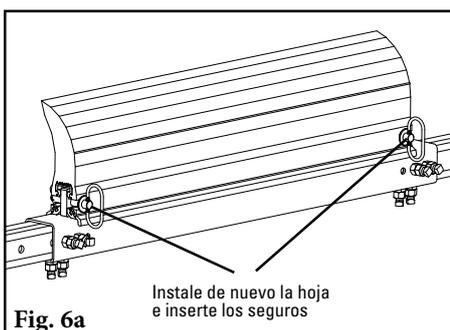
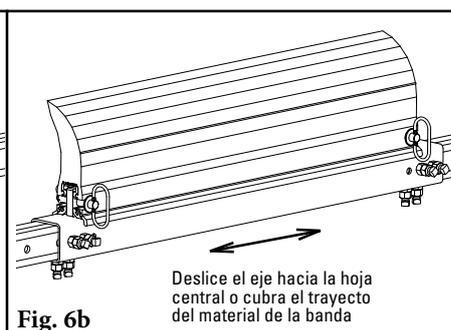
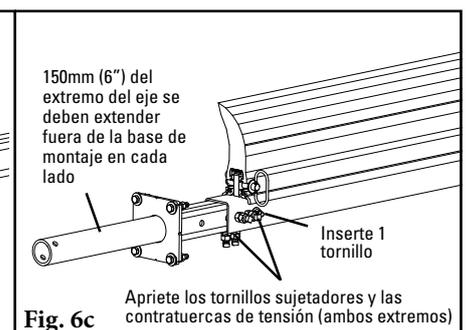

Fig. 6a
Fig. 6b
Fig. 6c
6. **Centre el limpiador en la banda y asegúrelo en su lugar.** Instale la hoja (Fig. 6a). Deslice el eje hasta que la hoja esté centrada o cubra el trayecto de material (Fig. 6b). NOTA: La cobertura estándar de la hoja es el ancho de la banda menos 150mm (6"). Si necesita menos cobertura de la hoja, hay posiciones de orificios de la hoja adicionales disponibles en el eje para el uso del ancho de la banda menos 300 x 450 mm (12" y 18"). Ajuste los ejes de extensión hasta que el extremo del eje pase las placas de montaje por lo menos 150mm (6") de cada lado para la instalación del tensor (Fig. 6c). Deslice los ejes de extensión en el eje central para alinear con los orificios de montaje del eje central e inserte ambos tornillos. Sujete los cuatro tornillos sujetadores del eje central y apriete las contratruercas de tensión de los tornillos sujetadores.